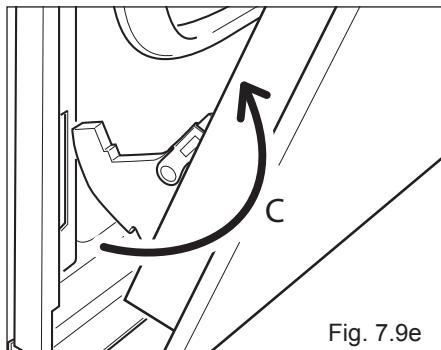

Fig. 7.9e
- Retirez les crochets de charnière de leur emplacement en suivant la flèche "C" (fig. 7.9e).